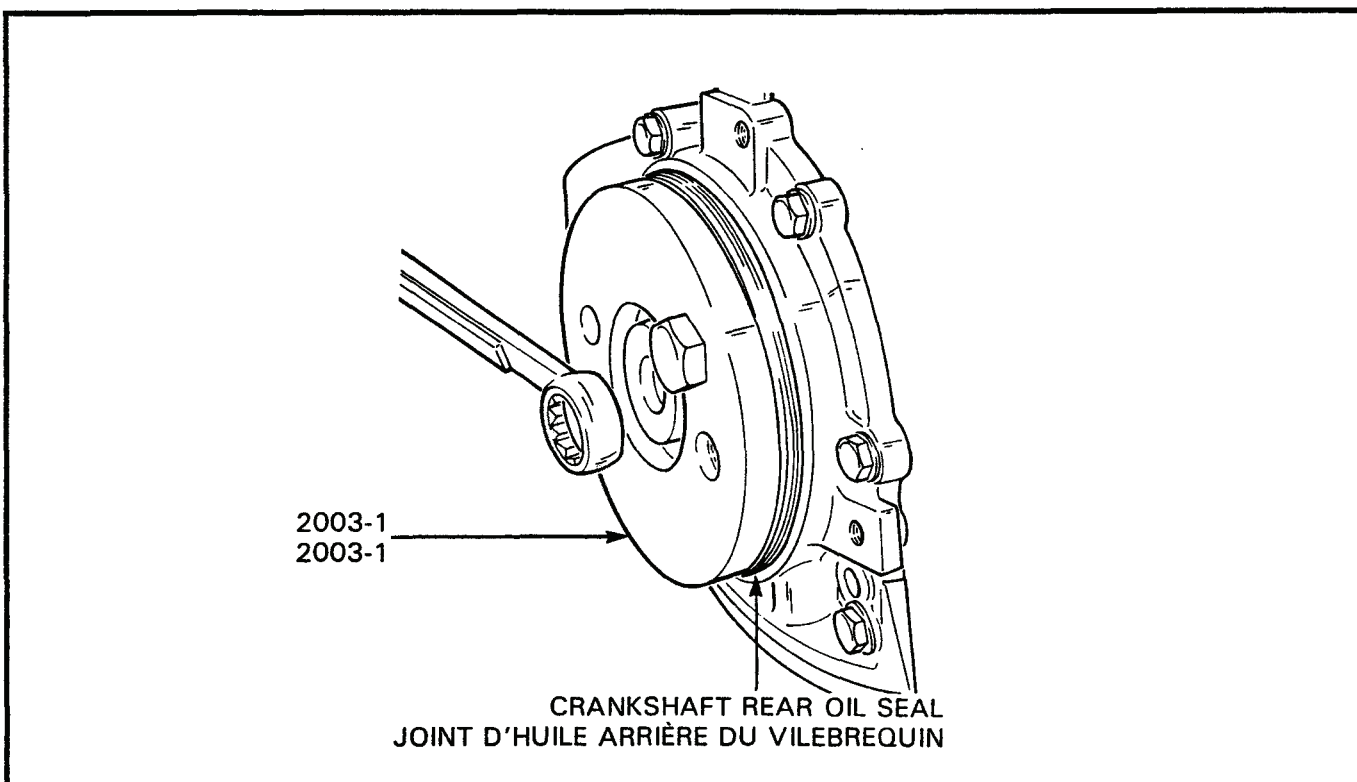

Figure 2-6-38 Installation of Crankshaft Rear Oil Seal with Tool 2003/1
- c. Using installation tool 2003/1 and two flywheel cap screws, press the seal fully home, see Figure 2-6-38, and remove the tool and cap screws.
- c. Au moyen de l'outil d'installation 2003/1 et de deux boulons du volant, enfoncer le joint au maximum, voir figure 2-6-38, et enlever l'outil et les boulons.